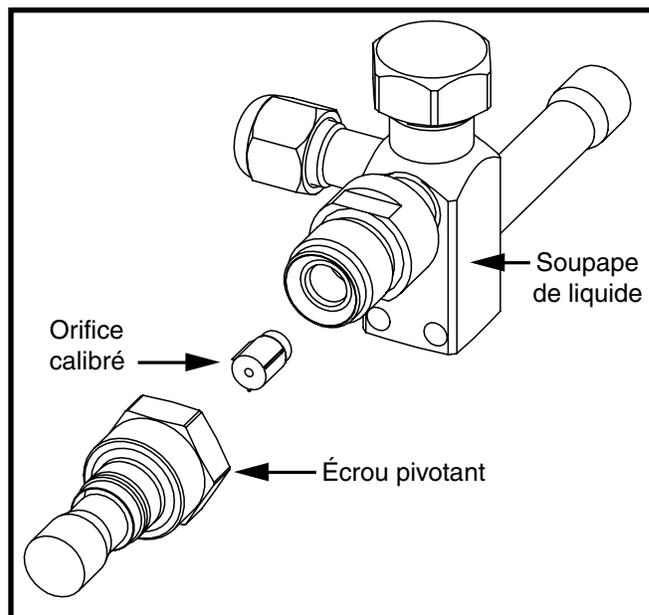

Figure 2. Soupape de liquide, orifice calibre et écrou pivotant
Si l'appareil extérieur est pourvu de la soupape de liquide montrée à la Figure 2, l'orifice calibre est situé à l'intérieur de l'écrou pivotant de la soupape de liquide et non pas à l'intérieur du distributeur de l'appareil extérieur. Effectuez les étapes 1 à 5 si l'orifice calibre extérieur doit être changé.
4. Insérez le nouvel orifice dans le corps de la soupape, bout arrondi vers l'intérieur de la soupape. Consultez la Figure 2 \(page 4\).